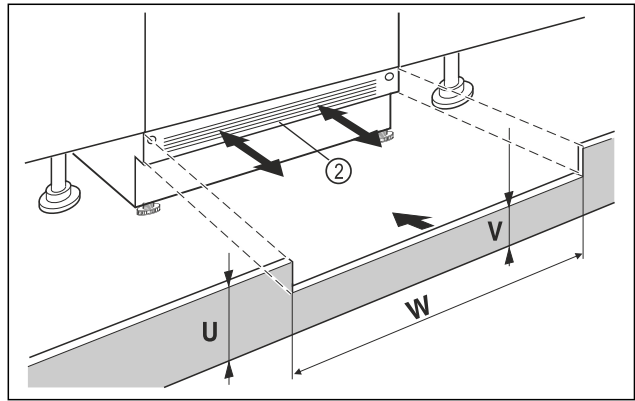

Fig. 12 Reprezentare exemplificatoare
- ▶ Așezați dar nu fixați încă masca postamentului aparatului Fig. 12 (2).
- ▶ Dacă masca postamentului Fig. 12 (2) este vizibilă, trageți-o spre înainte, astfel încât marginea frontală a grilajului de ventilare și masca postamentului mobilierului să formeze un plan.
- ▶ Dacă masca postamentului Fig. 12 (2) este acoperită, glisați-o complet spre înapoi.
- ▶ Acordați atenție fanțelor de ventilare complet libere: Dacă este necesar, tăiați corespunzător înălțimea măștii postamentului mobilierului Fig. 12 (U)!
- ▷ Adaptați înălțimea pragului Fig. 12 (V) sub masca postamentului aparatului Fig. 12 (2) de-a lungul lățimii nișei Fig. 12 (W).